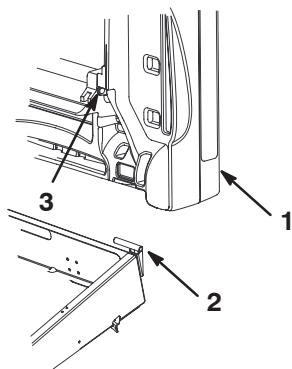

Figure 8
3. Glissez le trou de montage du plateau de chargement sur le pivot (Fig. 8).